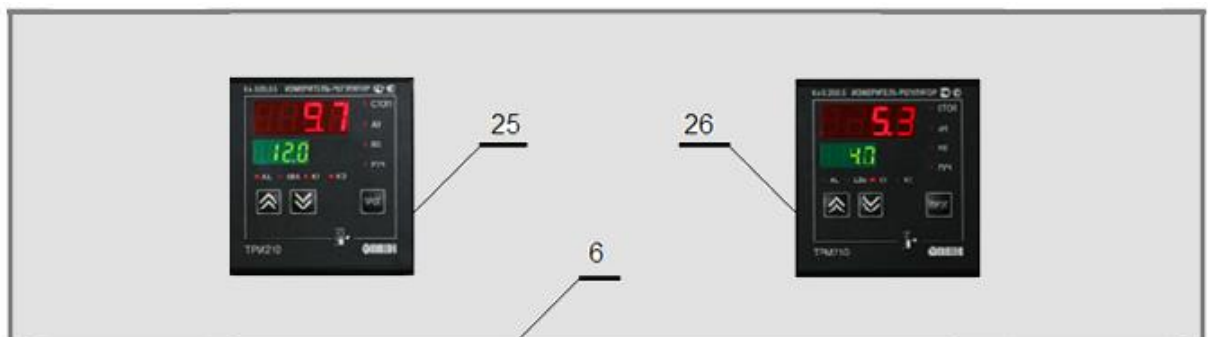

Рис.8. Блок управления сейфа-термостата.
4.14 На передней панели блока управления (6, рис.8) размещены измерители-регуляторы ТРМ210 левого (25, рис.8) и правого (26, рис.8) независимых термостатов изделия. Данные приборы поддерживают, по заданному сценарию, тепловые режимы хранения термолабильных наркотических средств в рабочих камерах независимых термостатов.
14.1. Нижние (зеленые) индикаторы приборов отображают установленные значения (уставки) температуры воздуха в рабочих камерах левого (25) и правого (26) независимых термостатов, а верхние (красные) - величины измеренной температуры в соответствующих рабочих камерах.